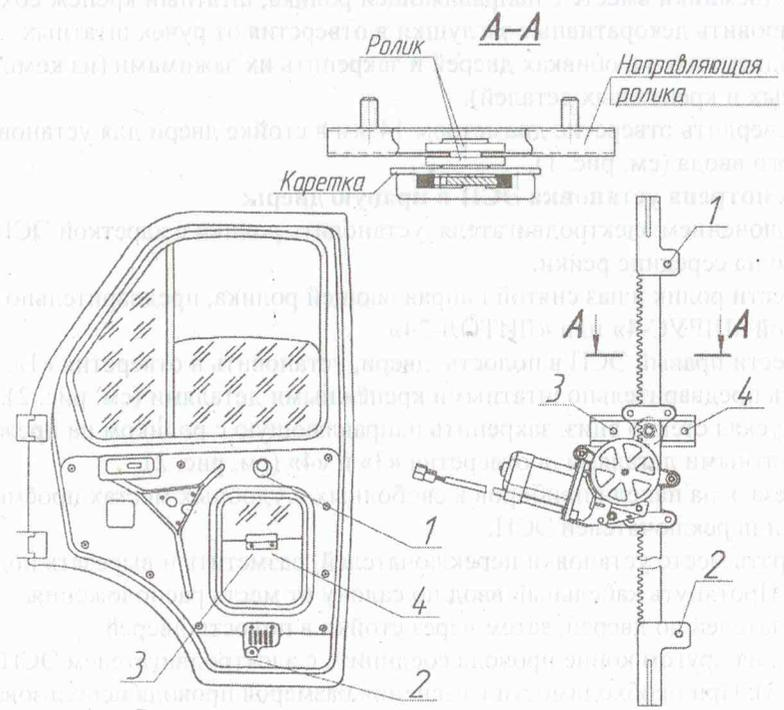

Рис. 2. Установка ЭСП в правую дверь.
- 6.3. Снять обивку дверей. Опустить стекло так, чтобы стеклодержатель находился напротив прямоугольного окна (см. рис. 2). Зафиксировать стекло в этом положении от самопроизвольного опускания. Снять штатные стеклоподъемники вместе с направляющей ролика, штатный крепеж сохранить.
- 6.6.3. Ввести правый ЭСП в полость двери, установить в отверстия «1», «2» и закрепить предварительно штатными крепежными деталями (см. рис. 2).
- 6.6.4. Опуская стекло вниз, закрепить направляющую с роликом на прежнее место штатными деталями в отверстия «3» и «4» (см. рис. 2).